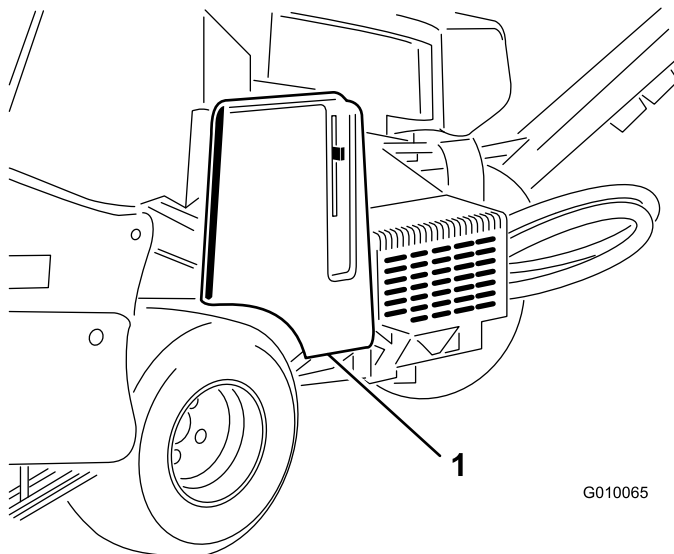

Figura 57
2. Deblocați și îndepărtați capacul pentru curea (Figura 57).